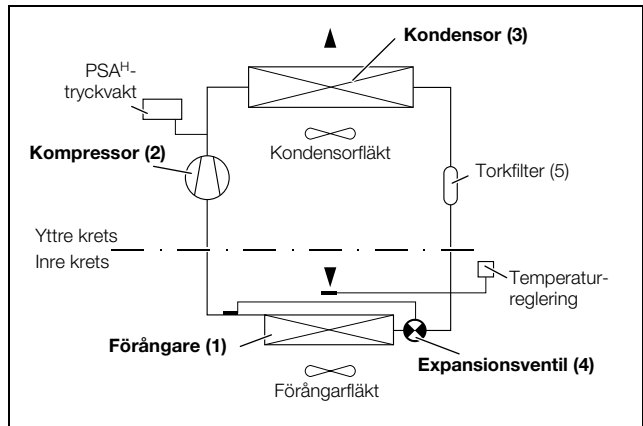

Bild 2: Kylkrets
Kylaggregatet (kompressionskylanläggning) består av fyra huvudkomponenter (se bild 2): förångare (1), köldmediekompressor (2), kondensor (3) och styr- resp. expansionsventil (4), som är förbundna med rörledningar. Denna krets är fylld med köldmediet. Köldmediets ozonförstörande potential är 0. Det är därmed mycket miljövänligt. Ett torkfilter (5) som är integrerat i den hermetiskt slutna kylkretsen ger effektivt skydd mot fukt, syra, smuts och främmande partiklar i kylkretsens inre.